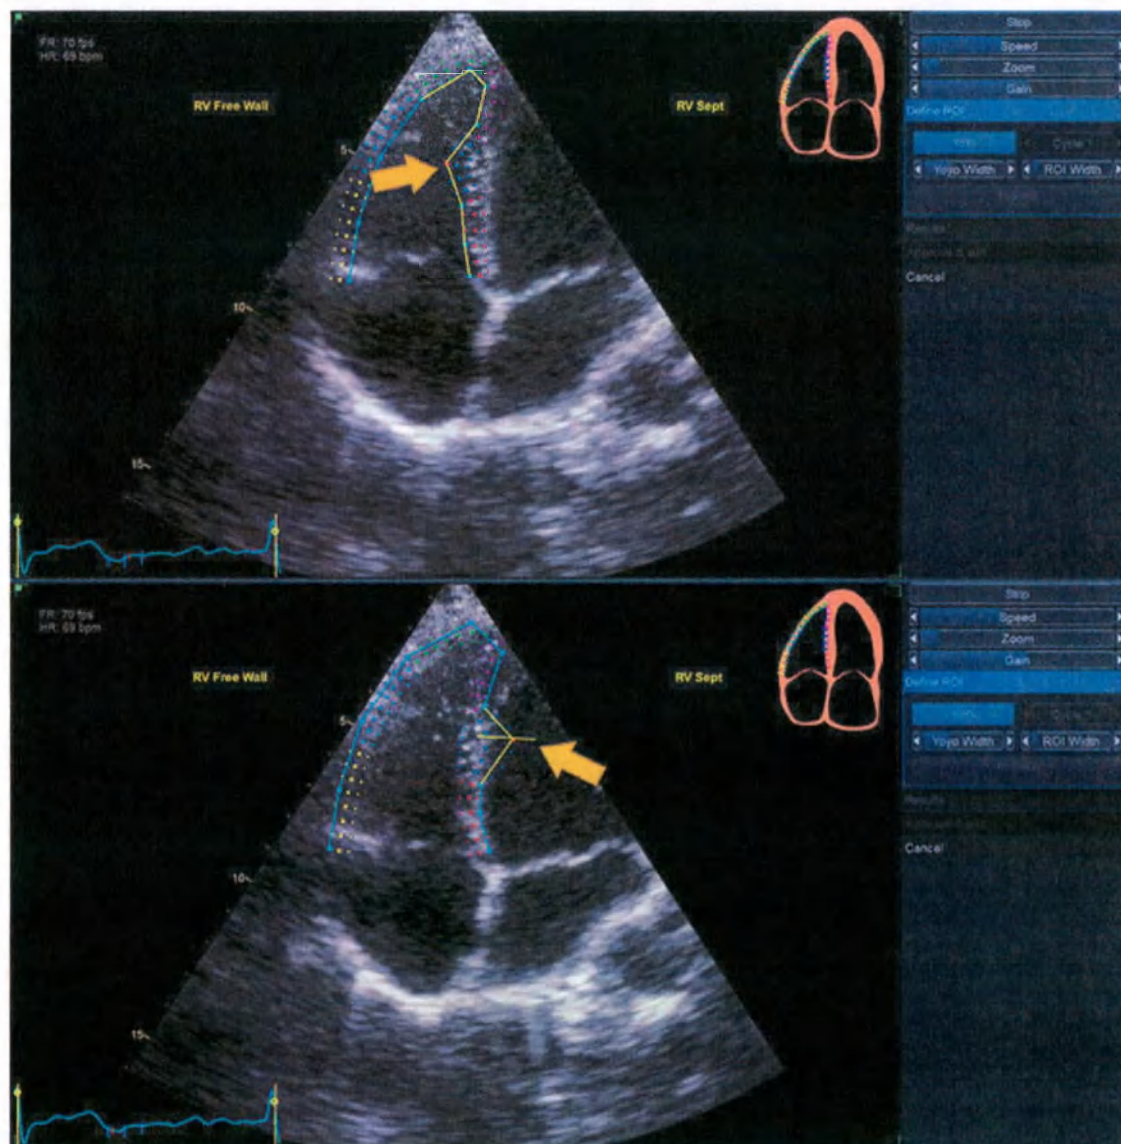

Рис. 8-26. Опции редактирования ИО
- Нажмите и перетащите (или нажмите, переместите мышь и отпустите кнопку) эндокардиальную часть ИО. Редактирование эндокарда изменяет всю ИО (Рис. 8-26, верхняя часть).
- Нажмите и перетащите (или нажмите, переместите мышь и отпустите кнопку) точки привязки в эпикардиальной ИО (высвечиваются красным при наведении курсора мыши). Редактирование эпикарда изменяет только эпикардиальную часть (Рис. 8-26, нижняя часть).